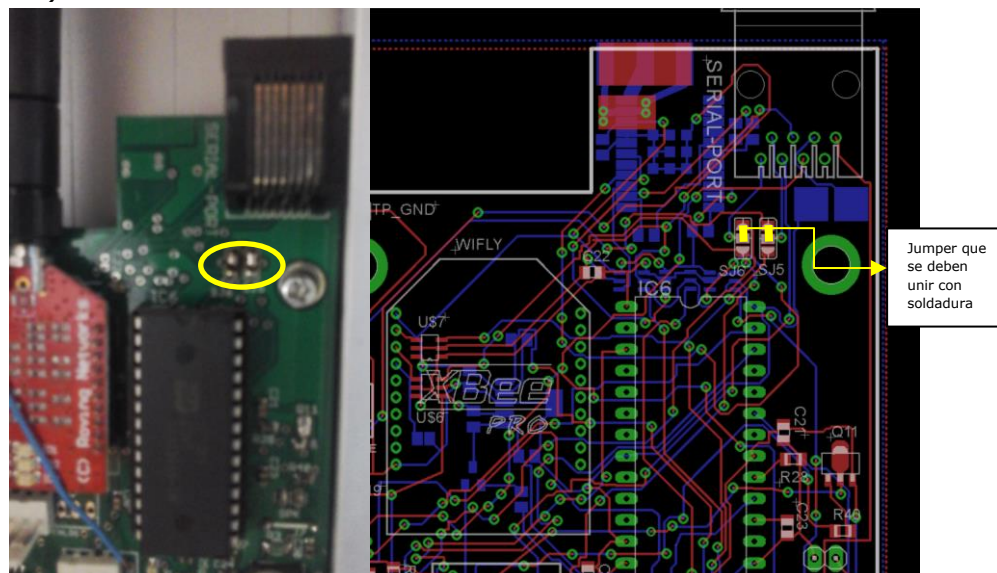

Figura 22
- 1- Se debe soldar los jumper (SJ5 y SJ6) de la tarjeta principal (ver figura 22).